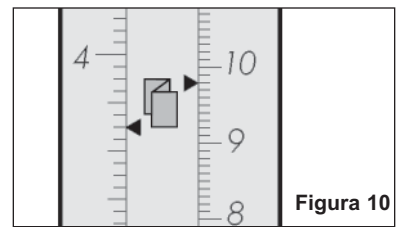

Figura 10
3. Mover los topes de papel hacia las flechas correspondientes junto a los iconos deseados. **El papel con un formato de 8 1/2" x 11" utiliza la escala de pulgadas en el lado izquierdo de las regletas. El papel con formato A4 utiliza la escala métrica en el lado derecho de las regletas (ver figura 10).**